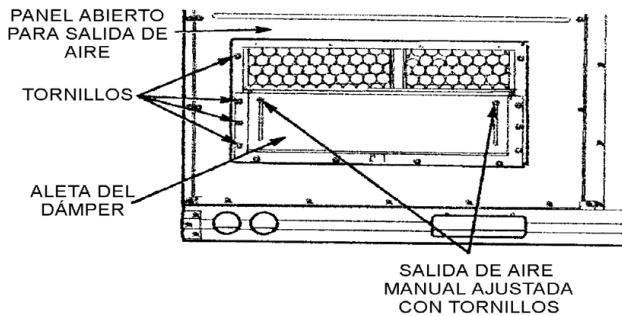

Fig. 11
2. Retire el panel de acceso al filtro levantando y girando el panel hacia fuera. El panel está ahora desenganchado del riel y puede ser retirado. Quite y guarde el panel de apertura de aire exterior y los tornillos. Vea la Fig. 11.
8. Alinee los agujeros de los tornillos en la campana con los agujeros de los tornillos en el lateral de la persiana manual de aire exterior. Vea la Fig. 11. Asegure la campana con los tornillos que guardó en el paso 7.